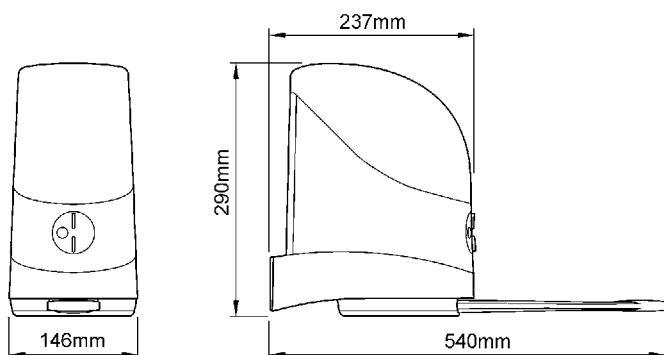

Figura 9
- Compruebe las medidas límites, consultando la Figura 9.